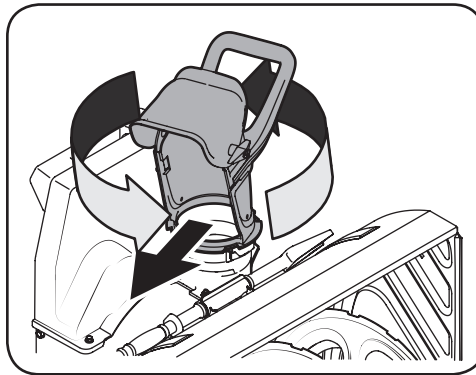

Figura 5-6
3. Gire el canal de descarga hacia la derecha como se muestra en la Figura 5-6.